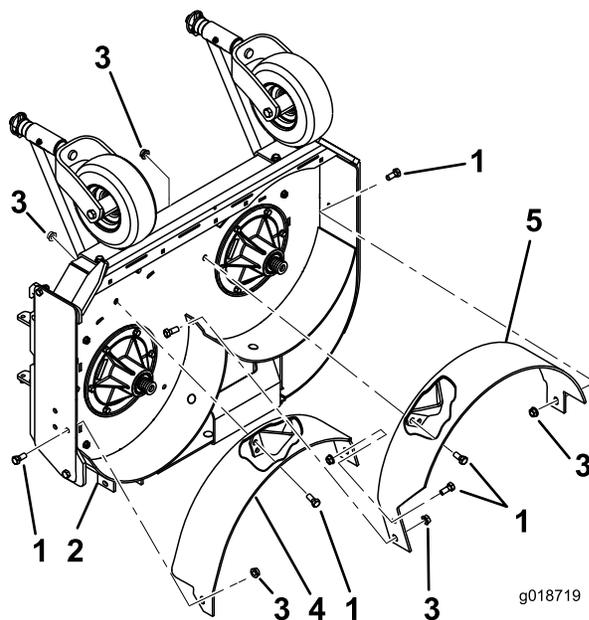

図 6
7. 右バッフルに左バッフルを仮止めする；ボルト (3/8 x 7/8 インチ) 1本とフランジナット (3/8 インチ) 1個を使用する (図 6)。
2. 刈り込みデッキに右バッフルを仮止めする；ボルト (3/8 x 7/8 インチ) 1本とフランジナット (3/8 インチ) 1個を使用する (図 6)。
3. 排出プレートに右バッフルを仮止めする；ボルト (3/8 x 7/8 インチ) 1本とフランジナット (3/8 インチ) 1個を使用する (図 6)。
5. 刈り込みデッキに左バッフルを仮止めする；ボルト (3/8 x 7/8 インチ) 2本とフランジナット (3/8 インチ) 2個を使用する (図 6)。
6. 刈り込みデッキの左側壁に左バッフルを仮止めする；ボルト (3/8 x 7/8 インチ) 1本とフランジナット (3/8 インチ) 1個を使用する (図 6)。
6. 全部のバッフルのボルトとナットを締めつける（図 6）。